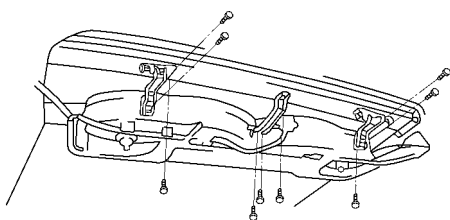

图 17-99 拆下 9 个螺钉和 3 个托架
(8) 拆下冷气装置托架。拆下 9 个螺钉和 3 个托架，如图 17-99 所示。